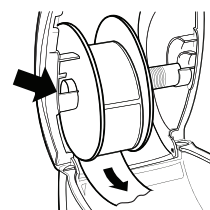
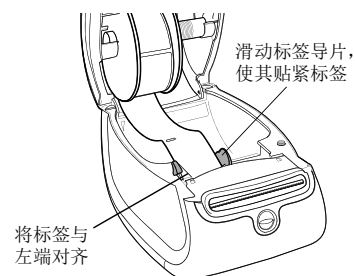

图 3
图 4
- 装载标签时，必须将标签左端贴紧标签送纸槽的左端并插入。请参阅 图 4。
本节中的图 3 和图 4 显示的是如何在 LabelWriter 450 打印机内装载标签。而本节的说明则适用于在任何型号的 LabelWriter 打印机内装载标签。
- 6 将标签卷盘插入打印机盖的槽内，并使标签从标签卷的下方伸出。请参阅 图 3。
- 7 将标签左端与标签送纸槽的左端对齐，然后将标签插入槽内。请参阅 图 4。
- 8 向左侧滑动标签导片，直到标签导片与标签右端对齐。请参阅图 4。